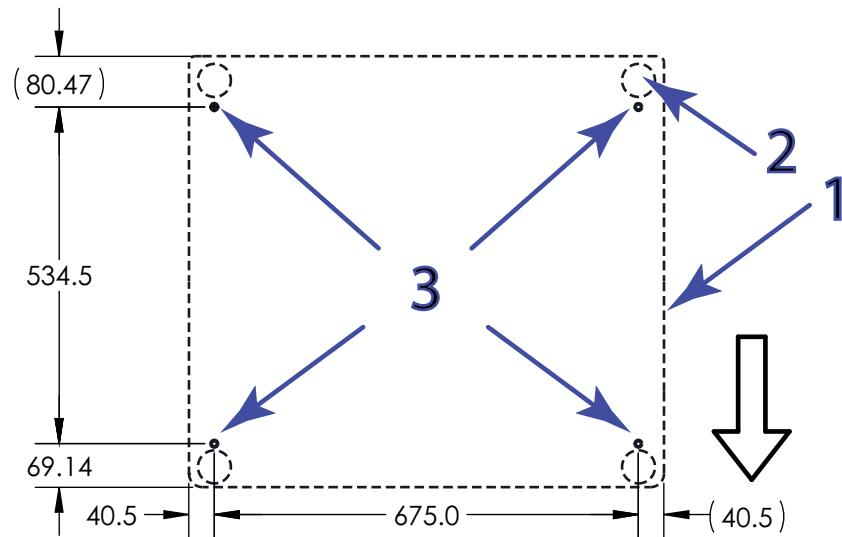
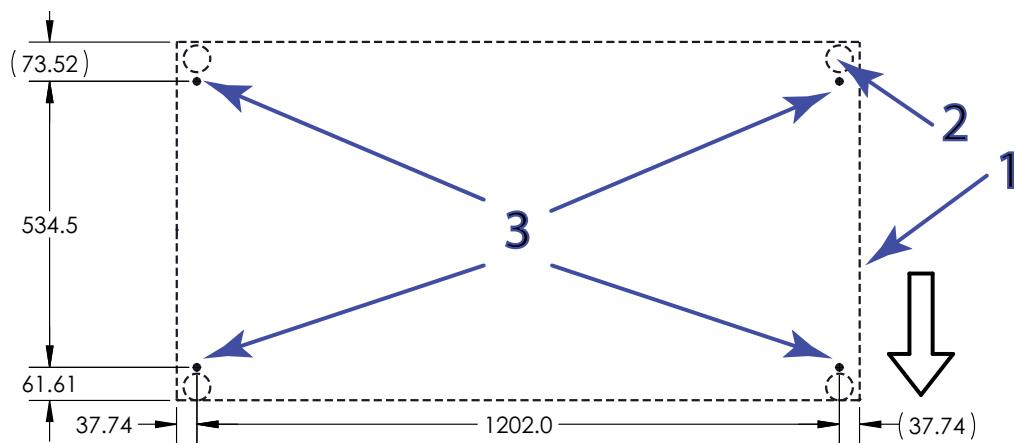

図 15. 標準幅フレーム上のアンカ一点の位置(上から見た図)
図 16. 余裕幅フレーム上のアンカーポイントの位置(上から見た図)
説明 図 15 および 図 16
- フレームベースのアンカーポイントに合わせるには、71 ページの図 15(または余裕幅のフレームの場合 72 ページの図 16) を参照し、テーブルの適切な位置に穴を開けます。直径 15 mm (0.59 インチ) の穴を推奨します。